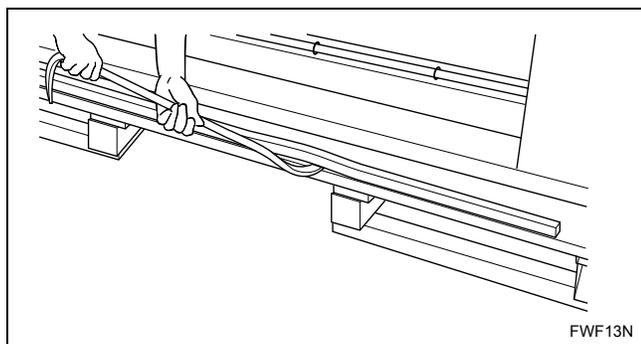

Figure 5
3. Utiliser un levier afin de retirer les butées en bois de la palette. Se reporter à la *Figure 5*.